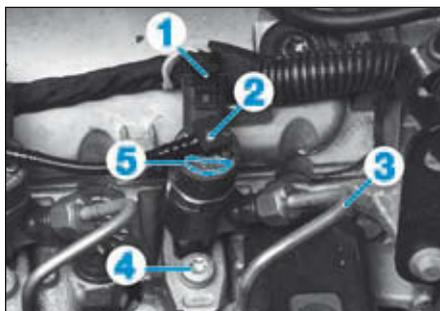

FIG.38
- le connecteur (1) de l'injecteur (Fig.38),
- le tuyau de retour carburant (2).
- la canalisation haute pression (3) de l'injecteur, en desserrant d'abord l'écrou côté injecteur puis celui côté rampe,